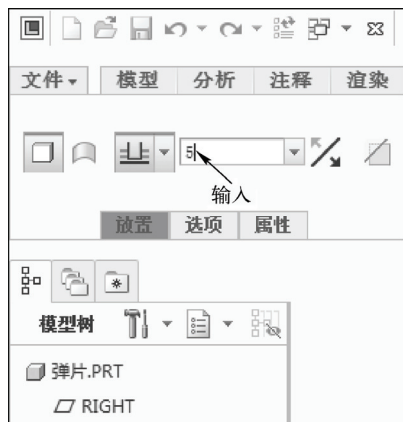

图 6-22 输入参数
STEP 03 打开“拉伸”选项卡, 在绘图区中选择草绘图形, 在“输入侧 1 的深度值”文本框中输入“5”, 如图 6-22 所示。